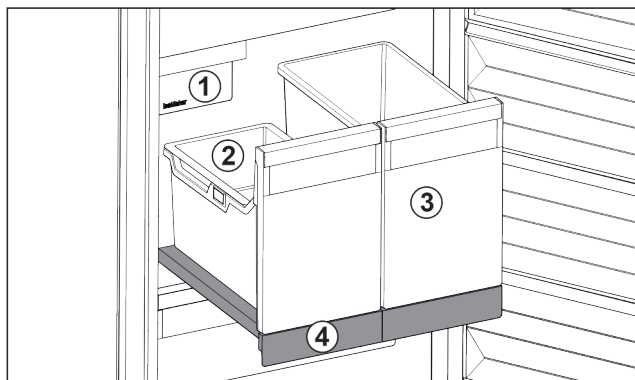

Fig. 138 Ripiano estraibile con IceTower
Sul ripiano estraibile ci sono due contenitori alti (IceTower). I cubetti di ghiaccio dall'IceMaker vengono raccolti e conservati nel contenitore Fig. 138 (2). Il contenitore Fig. 138 (3) è adatto per conservare alimenti alti come pizze o bevande alcoliche.